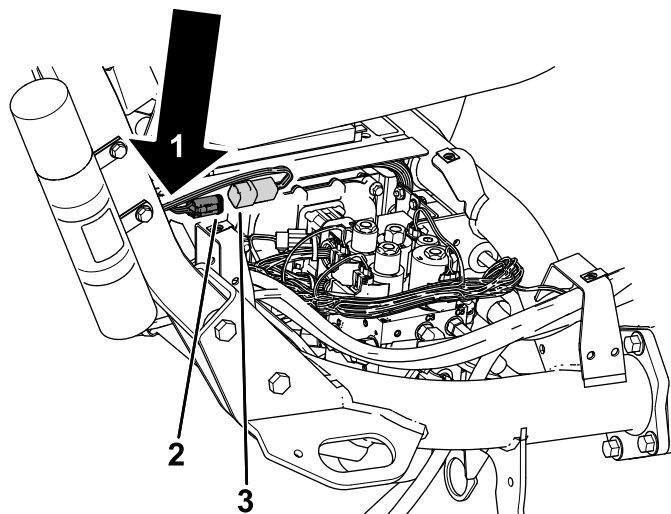

図 10
5. ワイヤーハーネスをロールバーの下に配線し、P01というラベルの付いたワイヤーハーネスコネクタをP49というラベルの付いたマシンワイヤーハーネスのコネクタに接続する (図 10)。
6. ケーブルタイを使ってテレマティクスハーネスをメインハーネスに固定する (図 10)。